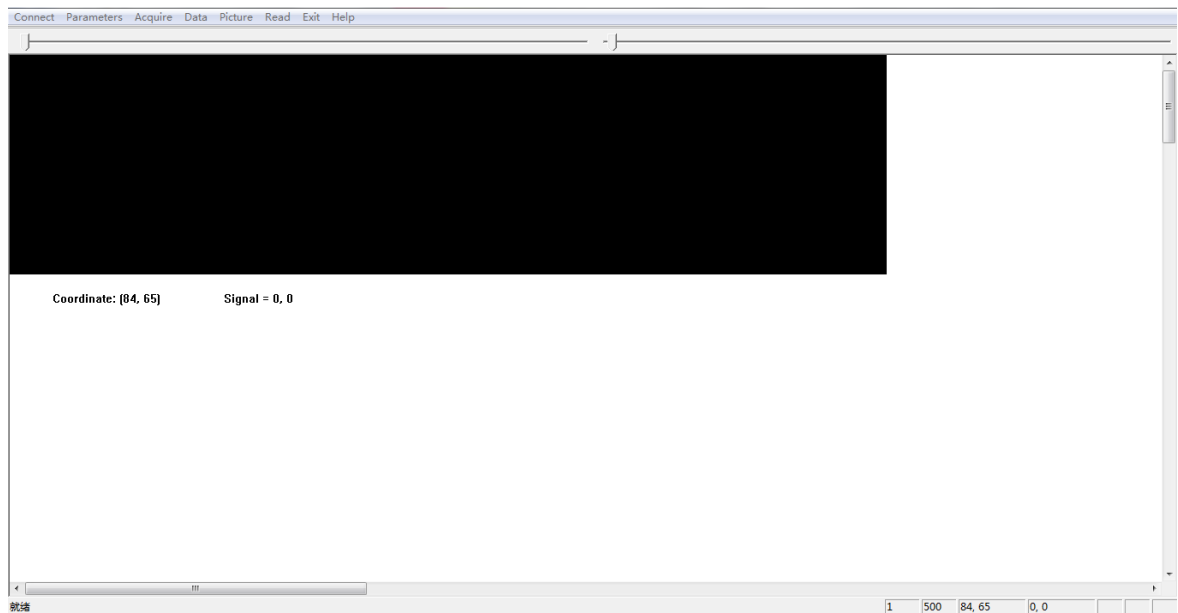

图 4-2 PD Demo 软件界面
1) 打开软件 PD Demo 时，可以看到如图 4-2 所示界面。